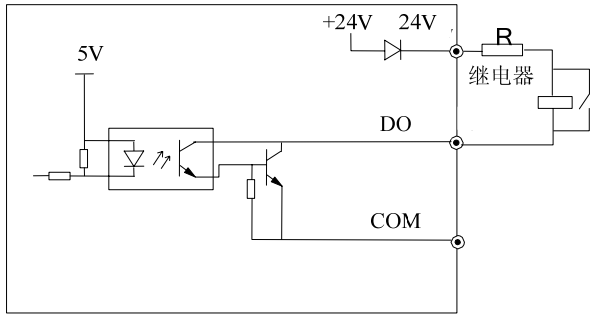

图 2-26 多功能输出端子开关量输出接线方式1
1) 多功能输出端子DO作为开关量输出时可使用变频器内部的24V电源，接线方式请参见图2-26。